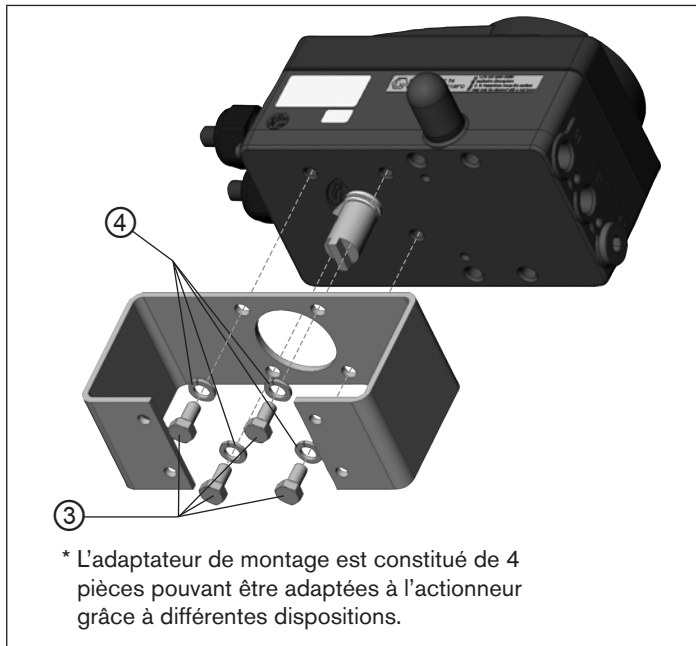

Fig. 7 : Fixer l'adaptateur de montage (représentation schématique)
- Fixer l'adaptateur de montage sur le type EP 501 / EP 501 C avec 4 vis à tête cylindrique ③ et des rondelles élastiques ④ (voir « Fig. 7 »).